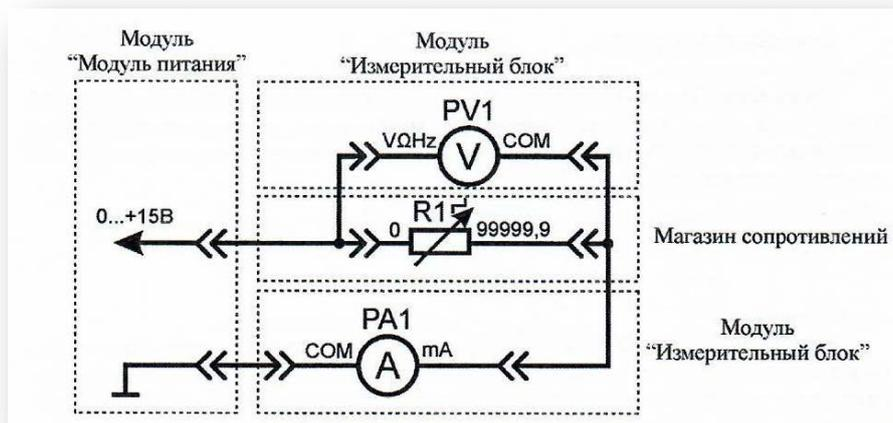

Рис. 11. Схема электрическая соединений лабораторных модулей и магазина сопротивлений для измерения сопротивления косвенным методом
2. Согласно рис. 11 выполнить электрические соединения модулей для измерения сопротивления косвенным методом (рис. 11). **Монтаж схемы производить при отключенном питании.**